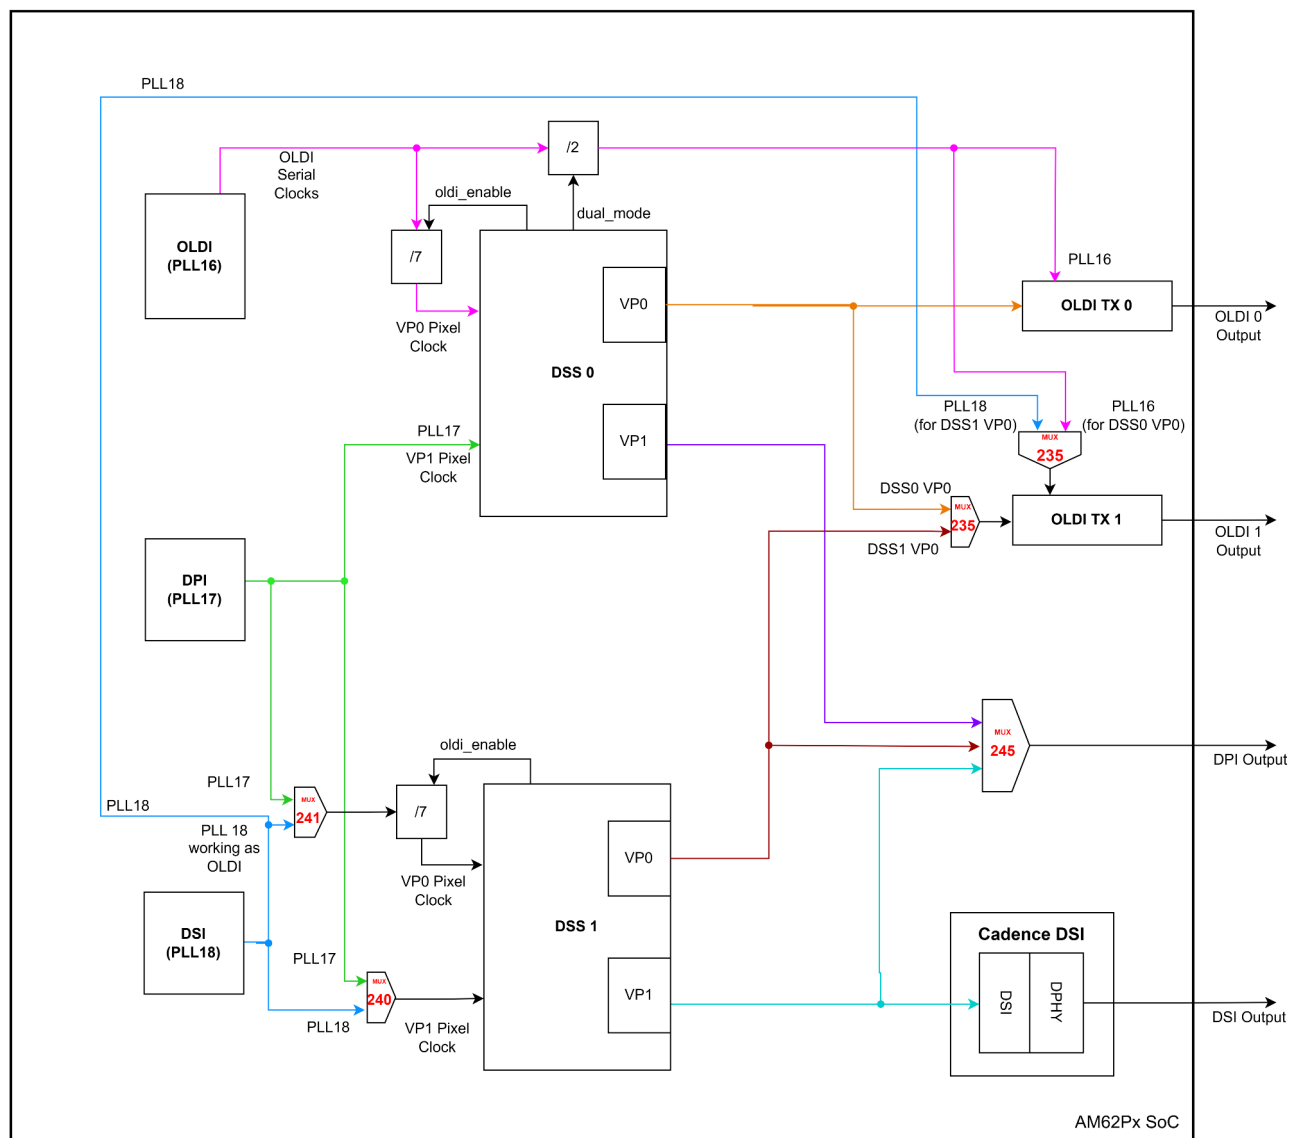

图 1-2. DSS 到输出路由
如图 1-2 所示，AM62P 具有两个 DSS 控制器和三个 PLL，该器件最多可同时驱动三个显示器。要驱动特定接口，用户必须正确配置 DSS 视频端口 (VP) 和 PLL，以实现所需的输出。本应用手册总结了 VP 和 PLL 的正确配置。